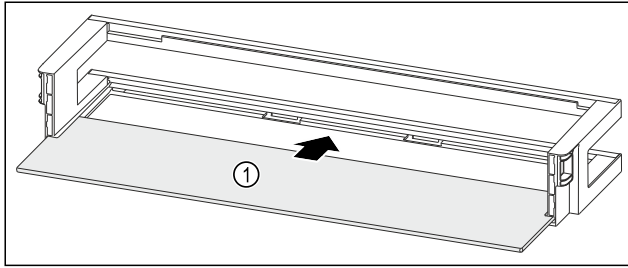

Fig. 133 Türabsteller mit Abstellfläche
- ▶ Abstellfläche Fig. 133 (1) in die seitlichen Einsparungen einschieben.